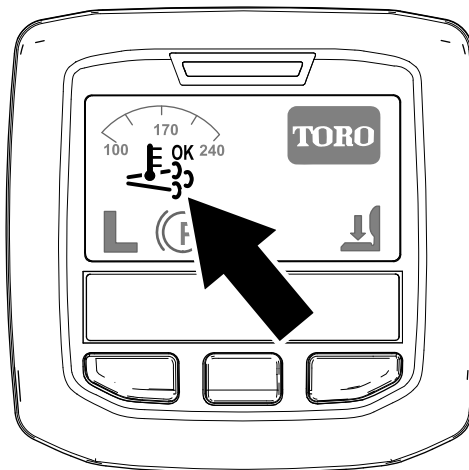

Рисунок 35
- Значок активной регенерации / регенерации со сбросом отображается на дисплее инфо-центра (Рисунок 35).